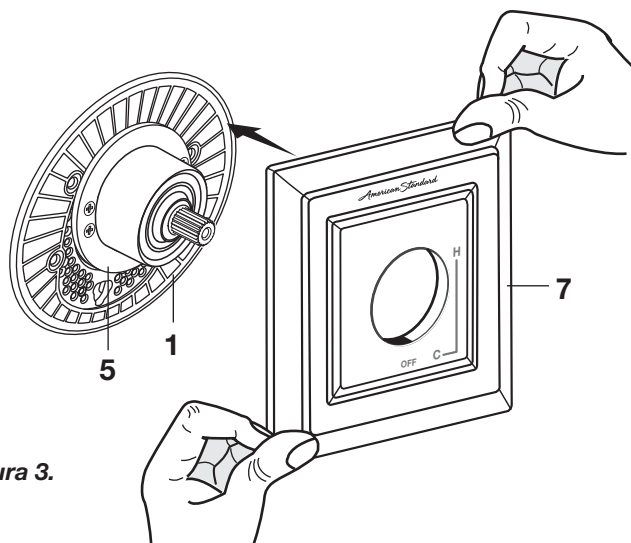

Figura 3.
- **Figura 3.** Instale el CHAPETÓN (7) en la TAPA (1) y empuje para alinearla con la pared terminada. El CHAPETÓN (7) encajará bien en el SOPORTE DEL CHAPETÓN (5).